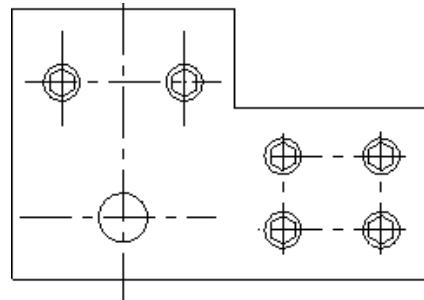

图 3-129 打开示例图形
- ① 在“文件”工具栏中单击“打开文件”按钮，打开光盘中“第 03 章\3.6.2 绘制特殊矩形实例.MCX-7”，如图 3-129 所示。